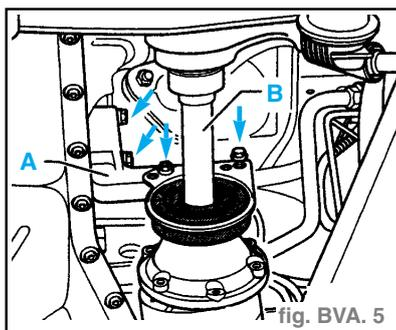

fig. BVA. 5
- Déposer le support (A) du palier de l'arbre à bride droit (flèches). (fig. BVA. 5)